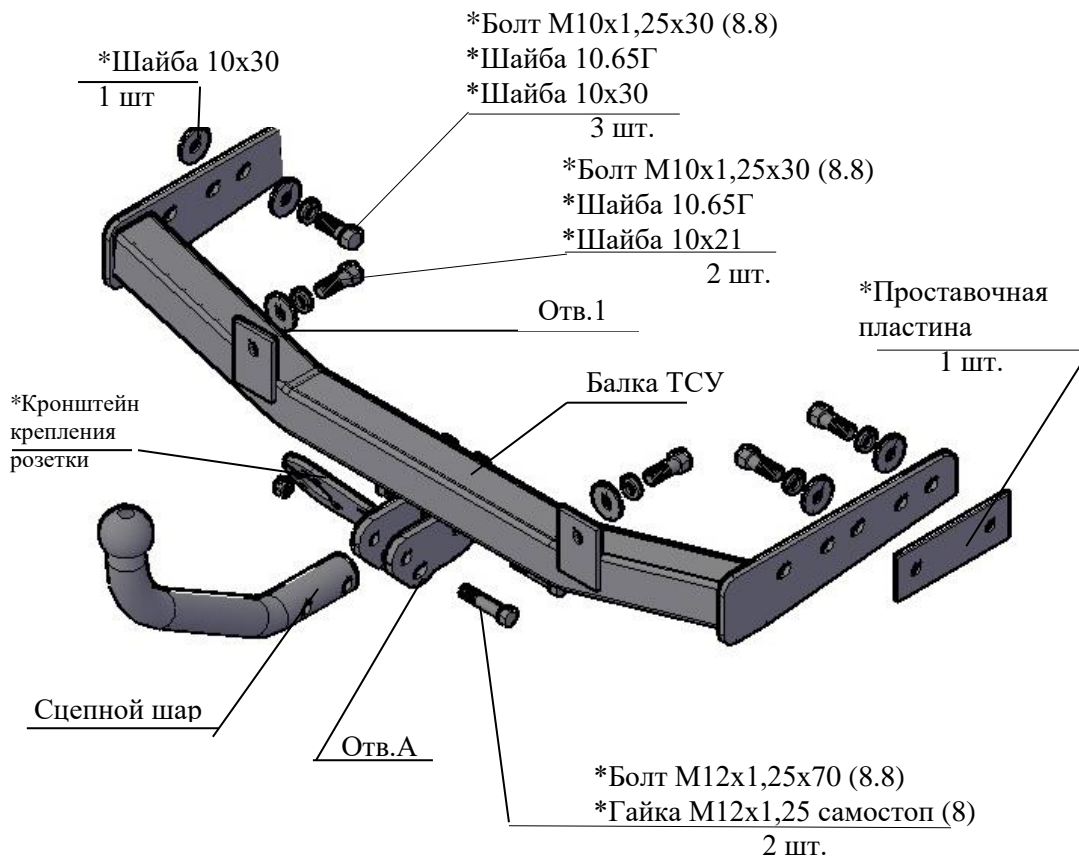

Рис.1 Тягово-сцепное устройство ТСУ 2191.
2.1 ТСУ 2191 в сборе (рис.1)	1 шт.
2.2 Пакет с комплектующими (см. рис.1)	1 шт.
4.2 Закрепить ТСУ через отверстия 1 к кузову автомобиля, не затягивая крепеж (соответственно рис.1).